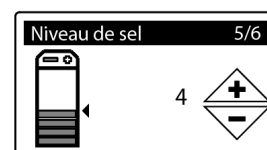

FIG.12
**9. NIVEAU DE SEL** Appuyez sur DESCENDRE (▼) ou MONTER (▲) pour régler le niveau de sel (Figure 12). Ce réglage doit correspondre au numéro le plus bas visible sur la représentation du puits de saumure au dessus du sel.
**10.** Appuyez sur SELECT (O).